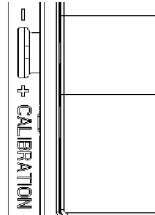

Figura 1
- 8. Es posible que el atenuador requiera ajuste a baja intensidad para encender lámparas o eliminar fluctuaciones en las bombillas. Para ajustar, DESCONECTE LA ALIMENTACIÓN DEL CIRCUITO y quite la placa de pared. Con un destornillador pequeño aislado de punta plana, ajuste la rueda del potenciómetro que es accesible a través de la ranura (marcada "CALIBRATION") situada sobre la banda (Figura 1). Gire la rueda hacia abajo para aumentar la intensidad mínima de la luz y gire la rueda hacia arriba para disminuir la intensidad de la luz. Luego, instale la placa de pared, restaure el suministro eléctrico y realice una prueba. Repita lo anterior según sea necesario.